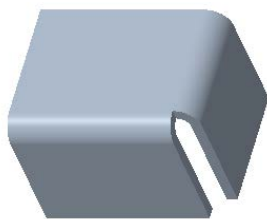

图 3-47 创建好曲面缝
(3) 在“曲面扯裂”选项卡中单击  (完成) 按钮, 创建好曲面缝的模型如图 3-47 所示。